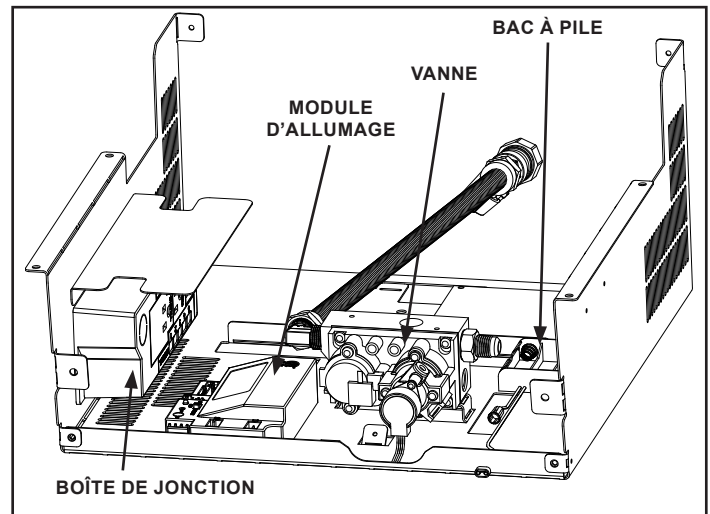

Figure 3.4 Logement des commandes
Le système d'amorçage par veilleuse à allumage intermittent IntelliFireMC Plus possède un système de secours à piles permettant le fonctionnement pendant une panne de courant. Le système offre une transition facile de l'alimentation c.a. de la maison vers les piles de secours. Un bloc-piles installé en usine se trouve dans le logement des commandes du foyer. Voir la figure 3.4. La longévité et la performance des piles seront affectées par une exposition à long terme aux températures de service de cet appareil.
2. Localisez le bac à piles et insérez quatre piles AA. La polarité des piles doit être correcte pour éviter d'endommager le module. Voir la Figure 3.4. Un schéma complet du câblage est inclus dans la section traitant de l'électricité, dans le manuel d'installation de l'appareil.